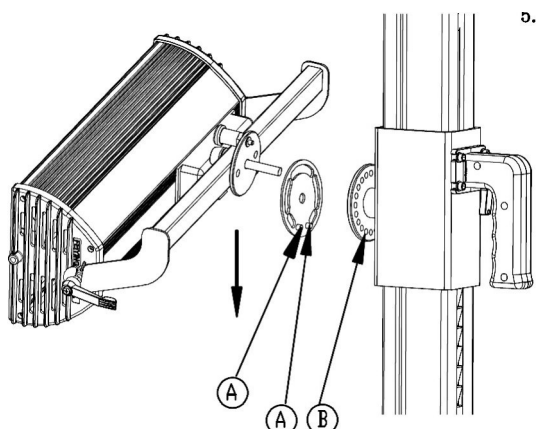
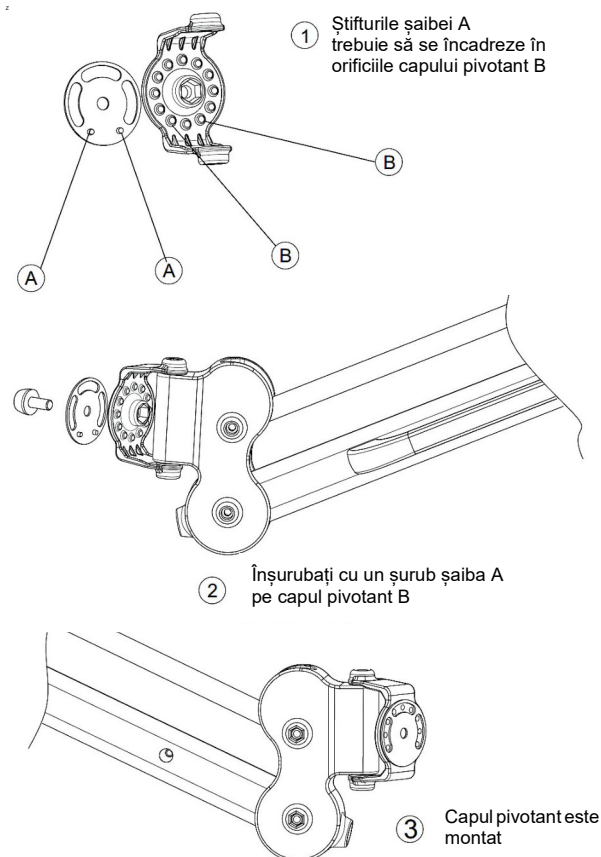

Fig. 6: Montarea casetei radiatorului cu infraroșu
Fig. 7: Montarea capului pivotant
- Montați caseta radiatorului cu infraroșu pe suport. Știfturile A trebuie introduse în orificiile B ale capului pivotant (fig. 6, fig. 7).
- Introduceți șaiba pe capul pivotant (fig. 7, 2).